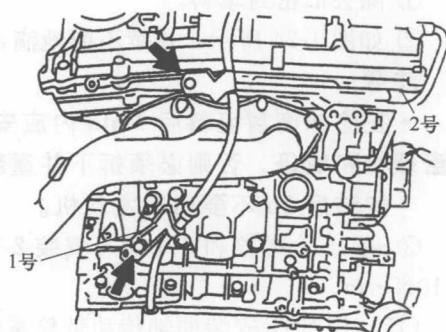

图 1-27 安装 1 号油位计导管
(24) 安装驱动盘和齿圈。
(25) 安装前悬架横梁。
(26) 安装自动变速器总成。
(27) 安装起动机总成。
(28) 安装左排气歧管。
(29) 安装右排气歧管。
(30) 安装油位计导管。
① 将新 O 形圈安装到油位计导管上。
② 在新 O 形圈上涂一薄层机油。
③ 将油位计导管的端部推进导管孔。
④ 用螺栓安装 1 号油位计导管，如图 1-27 所示，拧紧力矩为 $10\text{N} \cdot \text{m}$ 。
⑤ 用螺栓安装 2 号油位计导管，拧紧力矩为 $21\text{N} \cdot \text{m}$ 。
⑥ 安装油位计。
(31) 安装发动机配线。
(32) 安装带自动变速器的发动机总成。